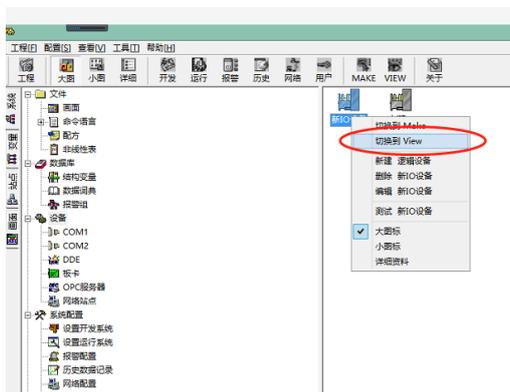

图 8.38 组态王切换到 View 界面
7. 设置好后，保存画面，并切换到 View，如图 8.38 所示。